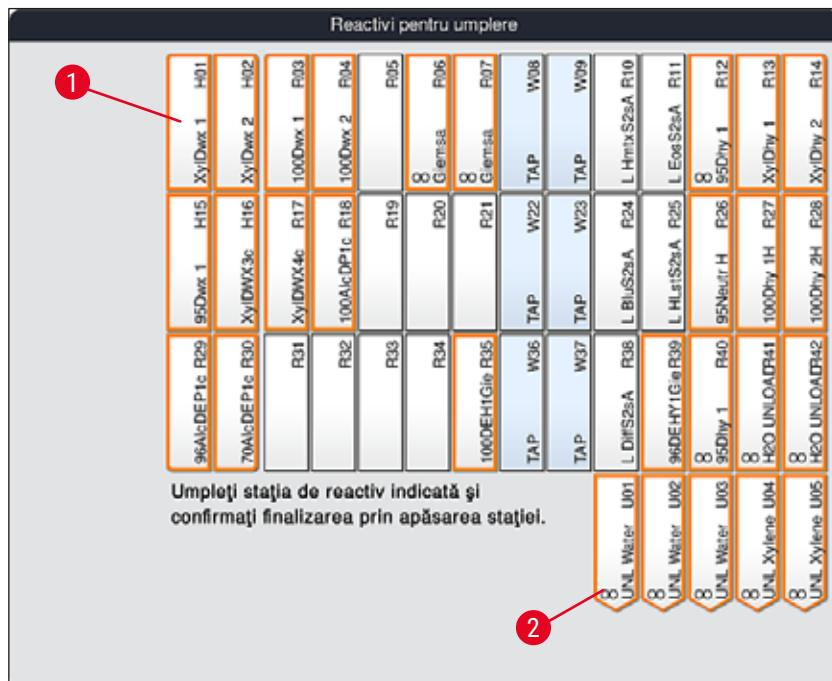

Fig. 56
2. În noua fereastră **Reactivi pentru umplere** (→ "Fig. 56"), stațiile care trebuie umplute sunt marcate în portocaliu (→ "Fig. 56-1").
Numai reactivi definiți de utilizator și adăugați ai programelor de colorare Leica sunt afișați cu un marcat portocaliu (→ "Fig. 56"). Reactivii din setul de reactivi Leica sunt alimentați ulterior (→ P. 83 – **Umplerea reactivilor kitului de reactivi Leica**).